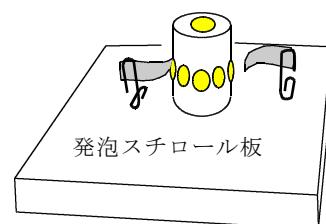

図3 静電気モーター
- 6 方法4の端子を発泡スチロール板にセロハンテapeで貼り付ける。このとき、端子のアルミニウムはくの先端を回転子の側面に刺した画びようから約3mm離す（図3）。